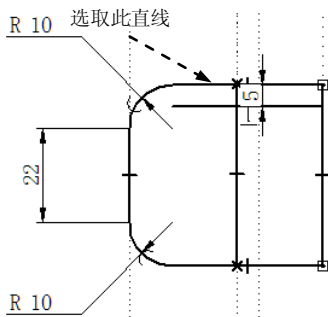
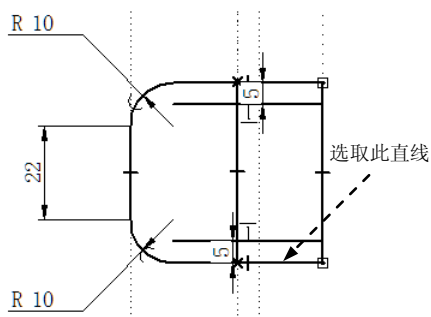

图 7.2.23 绘制偏置线（一）
图 7.2.24 绘制偏置线（二）
(1) 在 **主页** 功能选项卡的 **绘图** 区域中选择  命令，系统弹出“偏置”工具条，在 **距离:** 文本框中输入数值 5，并将 **链** 下拉菜单改为 **单一**；在绘图区捕捉图 7.2.23 所示的直线，单击鼠标右键，然后在所选直线下方单击，绘制图 7.2.23 所示的偏置线。
(2) 单击鼠标右键，然后选取图 7.2.23 所示的直线，参照上述操作，添加图 7.2.24 所示的另一条偏置线。